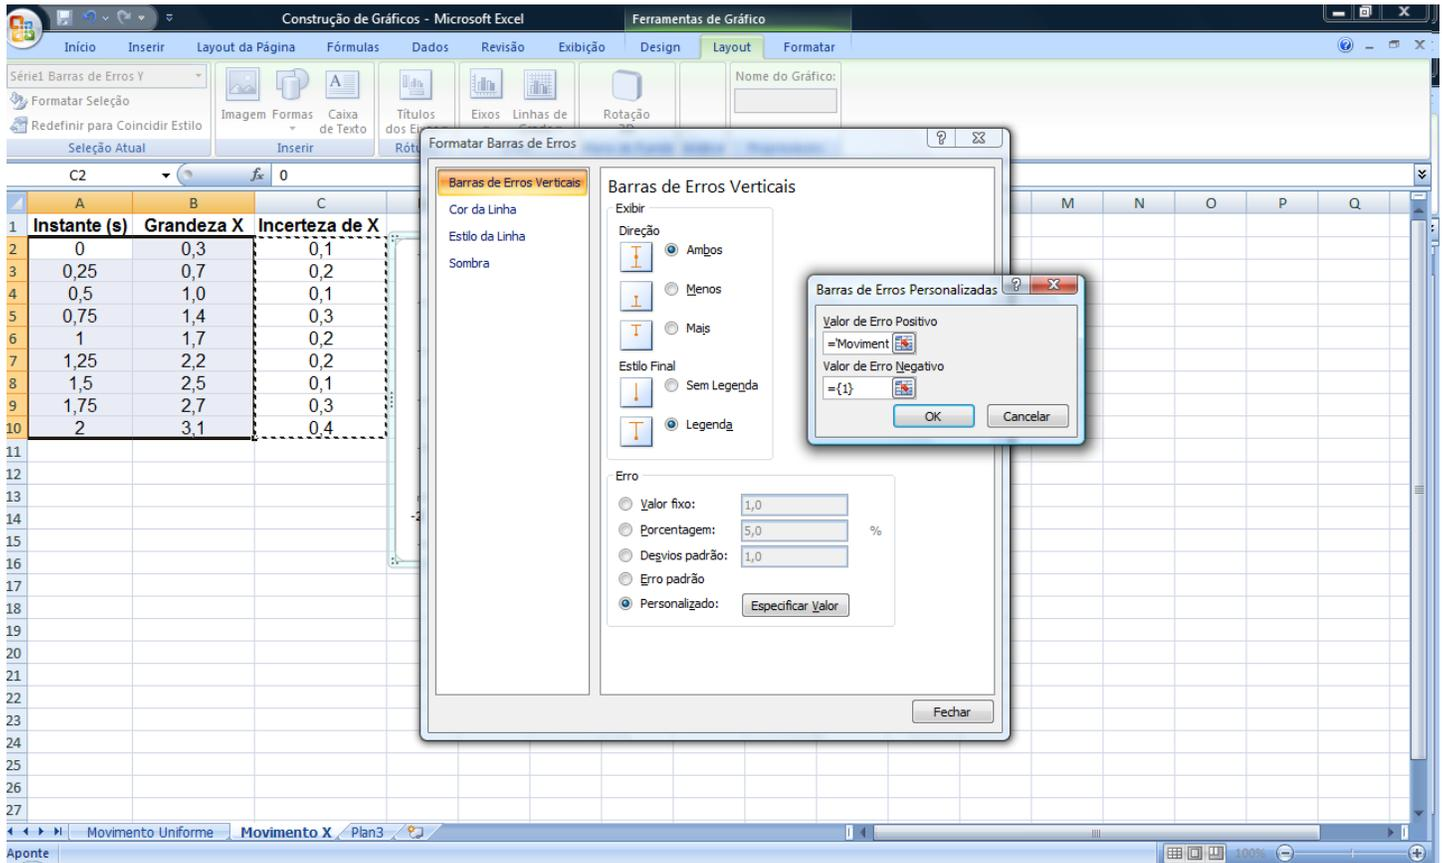

Figura 11. Valores de incerteza dos valores medidos da grandeza x sendo associados à parte positiva das barras de erros.
- 4) Esta janela nos permite escolher valores para as partes positiva e negativa das barras de erros de cada ponto experimental. Com o erro padrão (de uma unidade, pré-definido pelo Excel) selecionado na caixa de texto referente ao *Valor de Erro Positivo*, ou seja, $=\{1\}$, selecione com o mouse as células de C2 a C10, correspondentes às incertezas dos valores medidos para a grandeza x , de acordo com a Figura 11. (Para proceder com esta seleção, pressione o botão esquerdo do mouse sobre a célula C2, arraste o ponteiro do mouse até a célula C10 e solte o botão esquerdo do mouse);